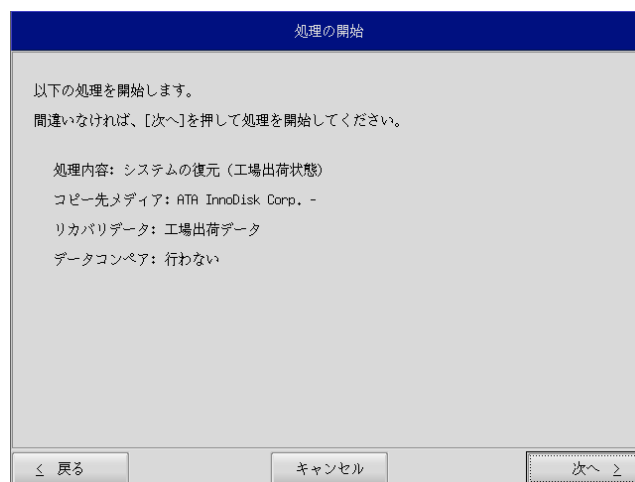

図 6-2-5. 確認画面
- ⑨ 確認画面(図 6-2-5)が表示されます。リカバリデータを確認し、[次へ]ボタンを押して処理を開始します。